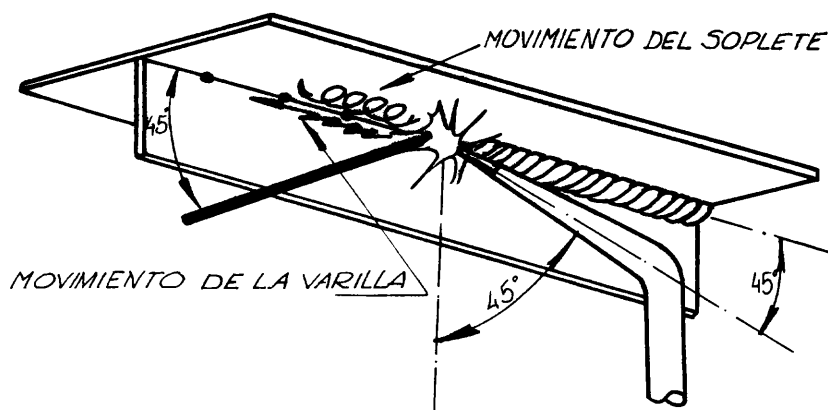

Fig. 1
- a Incline la boquilla y la varilla de aporte (fig. 1).
- b Oscile la boquilla y la varilla (fig. 1).